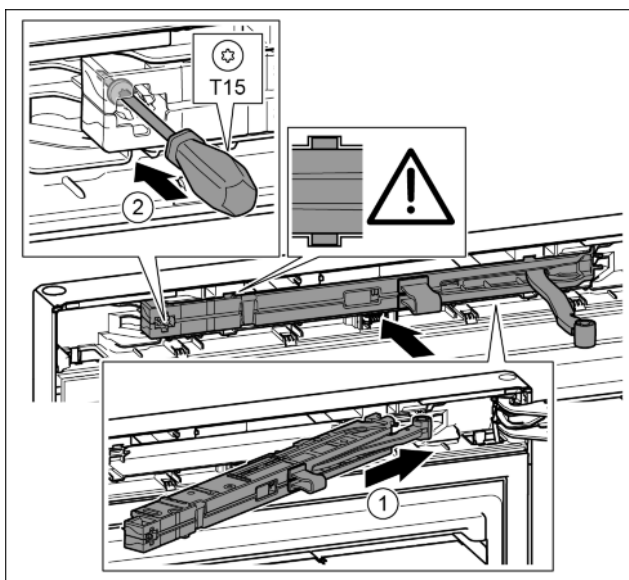

Fig. 20
- ▶ Gurnite jedinicu prigušivača zatvaranja na strani podloška ležaja do graničnika koso u otvor. Fig. 20 (1)
- ▶ Odvijaćem T15 čvrsto pritegnite vijak. Fig. 20 (2)